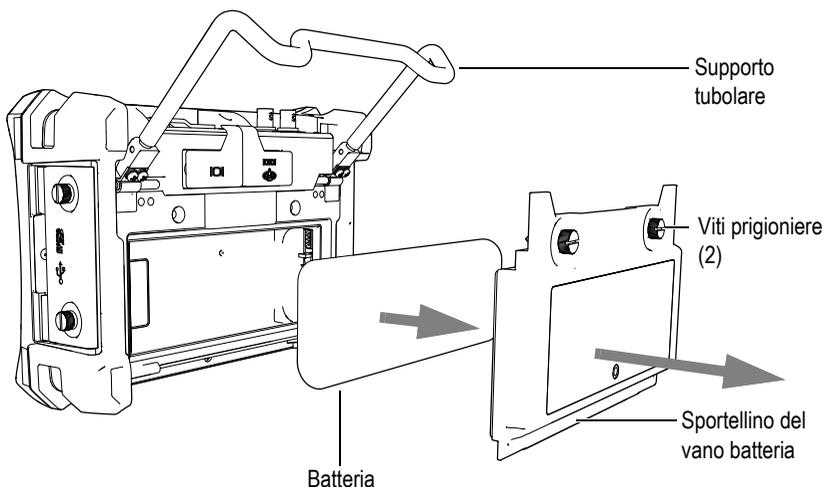

Figura 12-1 Rimozione di una batteria agli ioni di litio
2. Aprire completamente il supporto tubolare posizionato nella parte posteriore dello strumento (vedere Figura 12-1 a pagina 336).